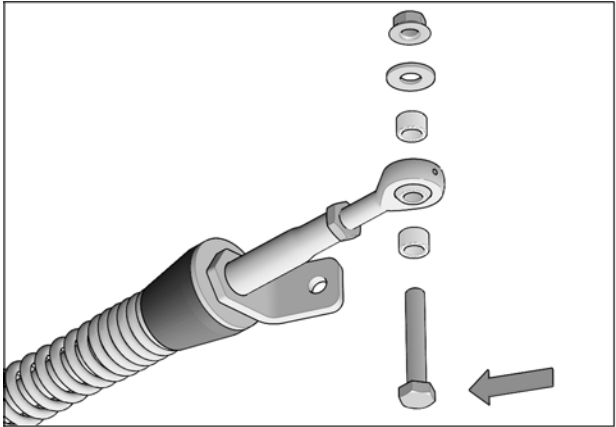

Fig. 11
3. Retirer les boulons, rondelles, espaceurs et écrous installés aux rotules des bras stabilisateurs des systèmes avant. Voir la Fig. 11